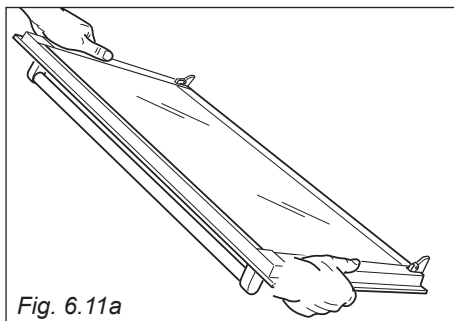

Fig. 6.11a
1. Afferrare saldamente la porta (fig. 6.11a).